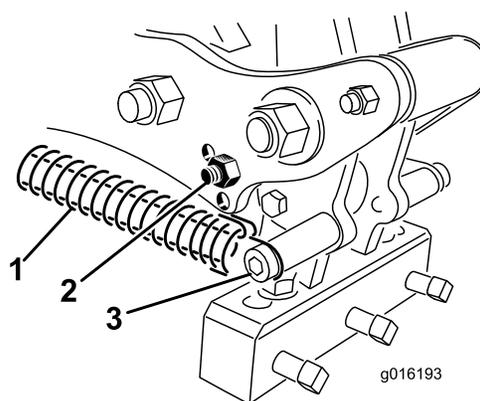

Рисунок 36
3. Снимите пружину растяжения с аэраторного вала (Рисунок 36).
4. Извлеките из рычага упорный болт и упор и переставьте их в другое регулировочное отверстие (Рисунок 36).